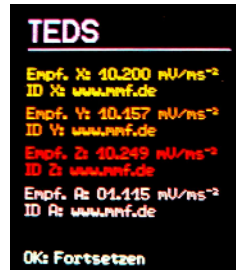

Bild 3:
senen Empfindlichkeiten für X/Y/Z und A einige Sekunden lang an (Bild 3). Zu jedem Kanal wird auch der im Sensor gespeicherte Anwendertext (ID) ausgegeben.